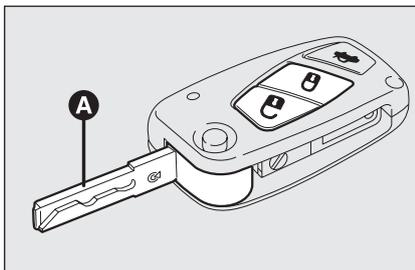

fig. 14
**AVVERTENZA** Azionando la chiusura centralizzata mediante l'inserito metallico **A-fig. 14** della chiave, l'allarme non si inserisce.